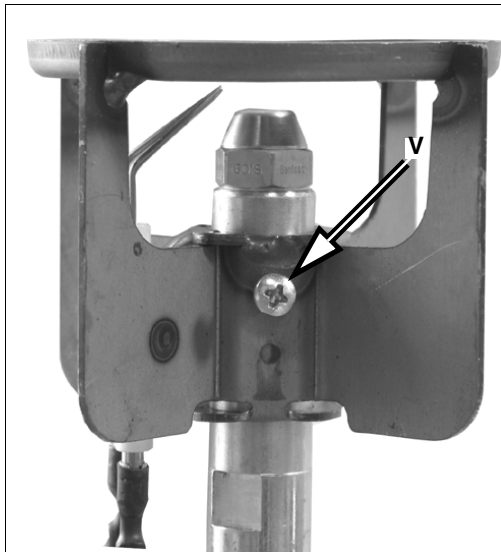
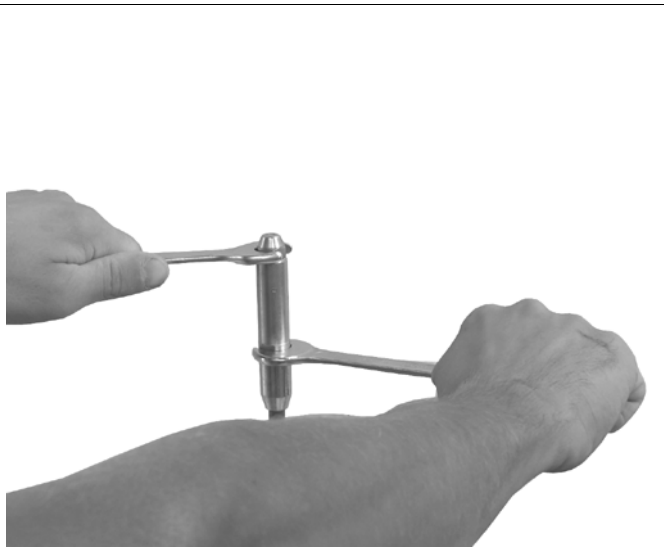

Рис. 49
Рис. 50
- Снять соединительный разъем **CE** электроклапана **EV2** (Рис. 49).
- Установить на место головку сгорания и закрепить ее 4-мя винтами **V1 - V4** (Рис. 49).
- Отвинтить винт **V**, который крепит головку сгорания и отсоединить головку сгорания от держателя форсунки.(Рис. 49 - Рис. 50).